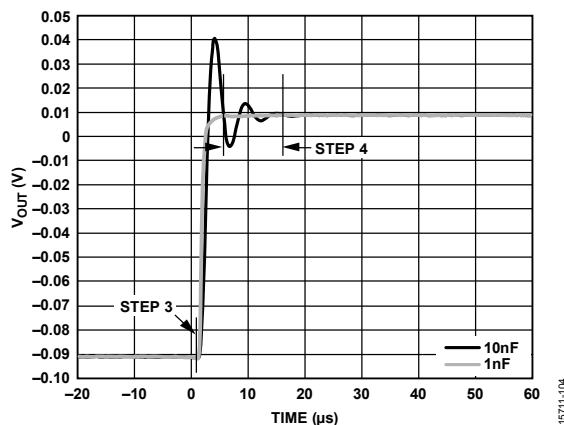

图4. V_{OUTX} 更新, 步骤3和步骤4
3. V_{OUTX} 电压开始建立到写入寄存器的新数字码所定义的电压（见图4）。
4. 经过一段可变时间后（如图4所示），输出稳定在新数字码所定义的电压的一定容差范围内，通常在最终数字码的 ± 0.5 LSB范围。